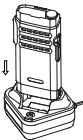
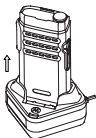

Figure 2: Insertion de la radio dans le chargeur pour recharge
Figure 3: Retrait de la radio du chargeur
3. Pour charger une radio avec batterie (radio éteinte), voir Figure 2 et Figure 3.